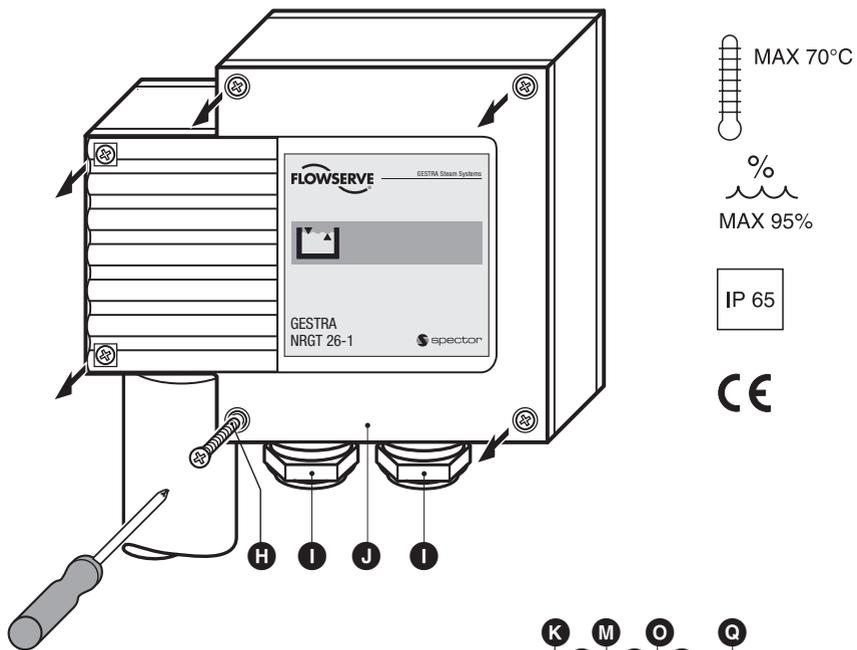

Fig. 7
1. Desserrer les vis **H** et les retirer, enlever le couvercle **J**. **Fig. 7**